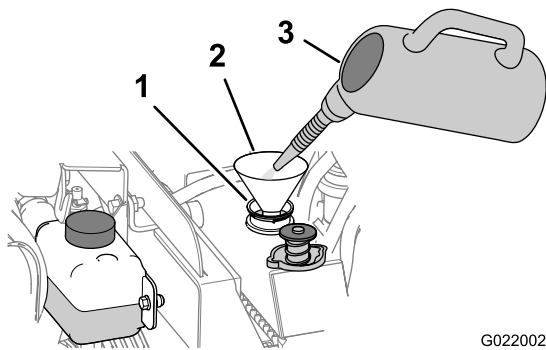

Figure 139
- B. Versez une solution de nettoyage du système de refroidissement dans le radiateur par le goulot de remplissage (Figure 139).